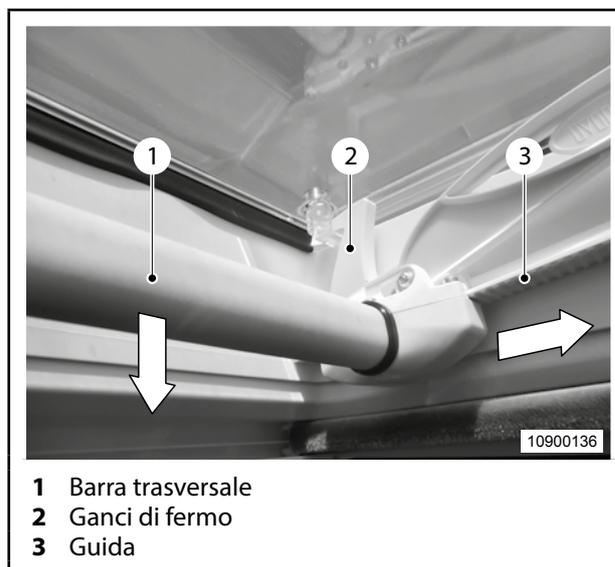

Fig. 19 Apertura/chiusura dell'abbaino
1. Afferrare al centro la barra trasversale (Fig. 19, pos. 1) con una mano e tirarla verso il basso.
2. Con la barra così abbassata (Fig. 19, pos. 1), spingere l'abbaino fino a raggiungere l'angolo di apertura desiderato.
3. Rilasciare la barra trasversale (Fig. 19, pos. 1).
Il meccanismo di apertura va a bloccarsi nella guida (Fig. 19, pos. 3) e la calotta del tetto rimane aperta ad angolo.
2. Con la barra così abbassata (Fig. 19, pos. 1), spingere l'abbaino nella direzione opposta fino a chiuderlo completamente.
Una volta raggiunta la posizione finale, i ganci di fermo (Fig. 19, pos. 2) bloccano automaticamente la calotta del tetto.